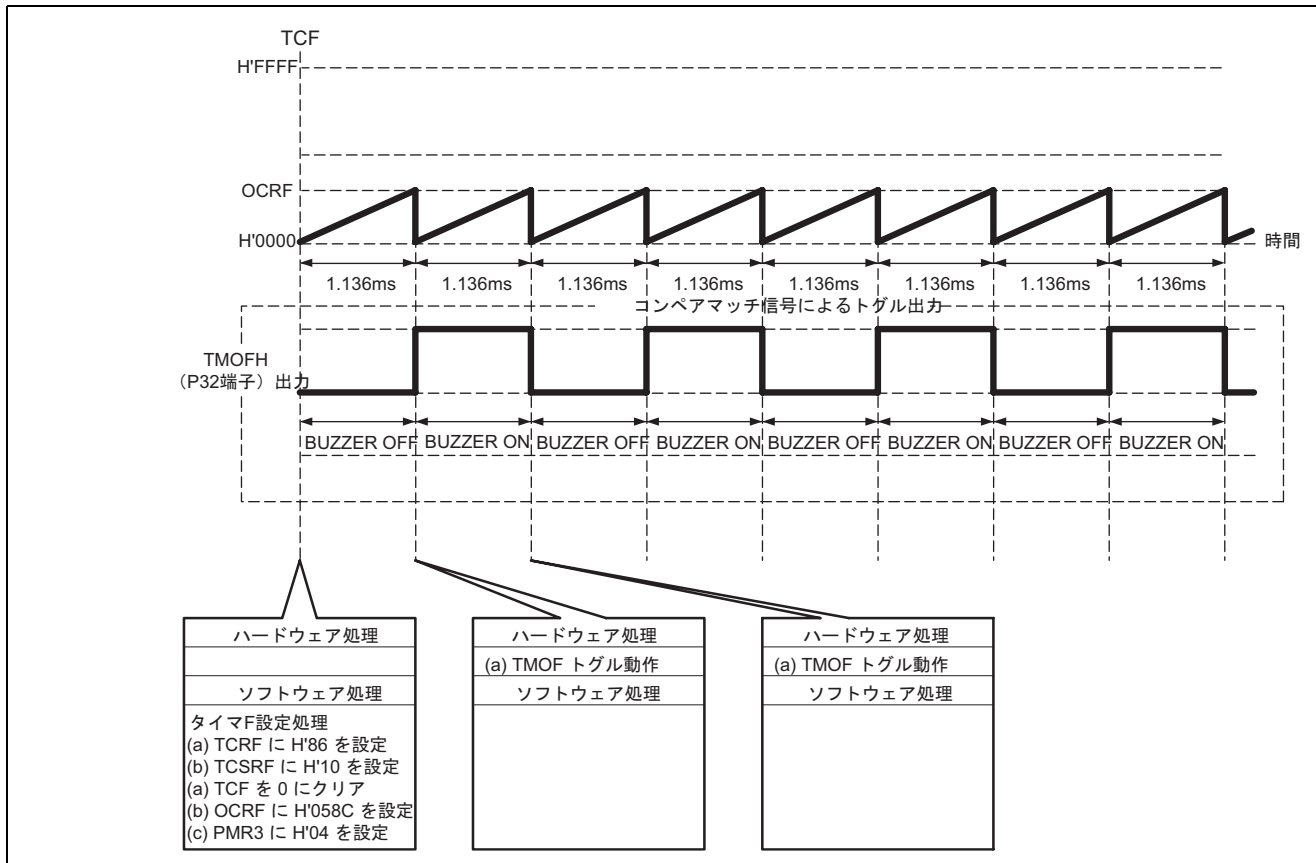

図3 タイマFを使用した音階出力の動作原理
(1) 図3にタイマFを使用した、音階出力を行う際の動作原理を示します。図3に示すようにタイマFコンペアマッチ周期ごとにTMOFHをトグル出力させることによりA(440Hz)の音を出力しています。